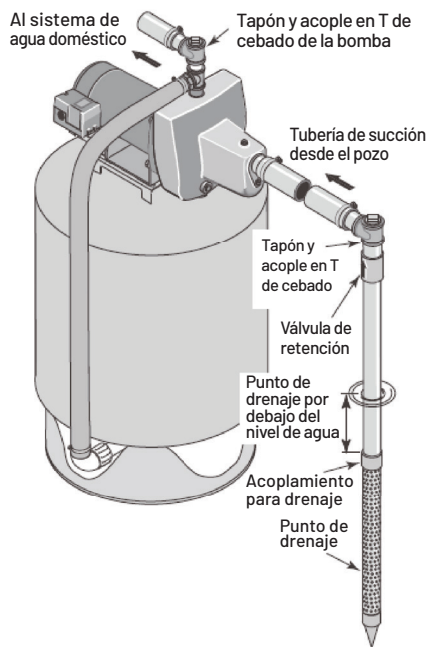

Figura 1: Instalación de punto de drenaje
3. Use la menor cantidad posible de conexiones, especialmente codos, cuando conecte la tubería desde la lanza al puerto de succión de la bomba. La tubería de succión debe ser al menos tan grande como el puerto de succión de la bomba. Incluya una válvula de retención si su bomba no la tiene (Figura 1).